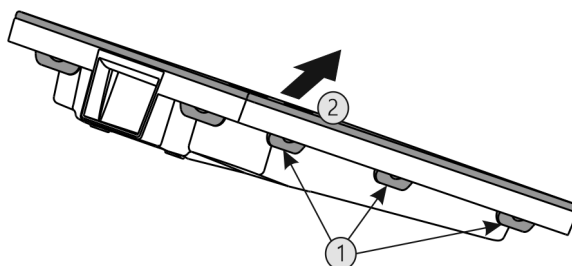

Fig. 42
- ▶ Postupne stlačte všetky spony Fig. 42 (1) a odoberte kryt Fig. 42 (2).